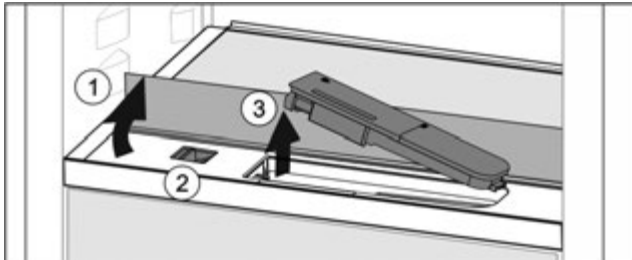

Fig. 51
- Підняти скляну панель і відкинути до упору назад Fig. 51 (1).
- Посуньте повзунок Fig. 51 (2) уліво.
- Вийняти бак для води Fig. 51 (3).